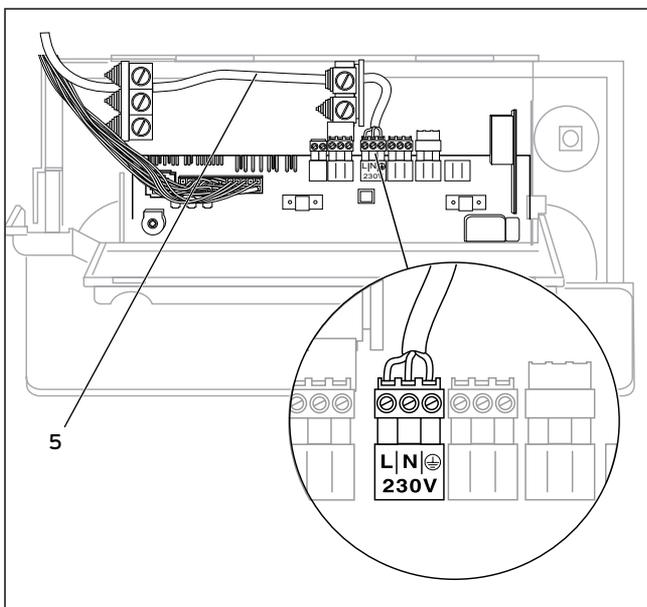

Рис. 4.9 Пример прокладки кабелей
- Затем введите соединительные кабели (5) в блок электроники и отрежьте их требуемым образом (см. рис. 4.9).
- Снимите оболочку с соединительных кабелей на 2-3 см и удалите изоляцию жил (см. рис. 4.9).